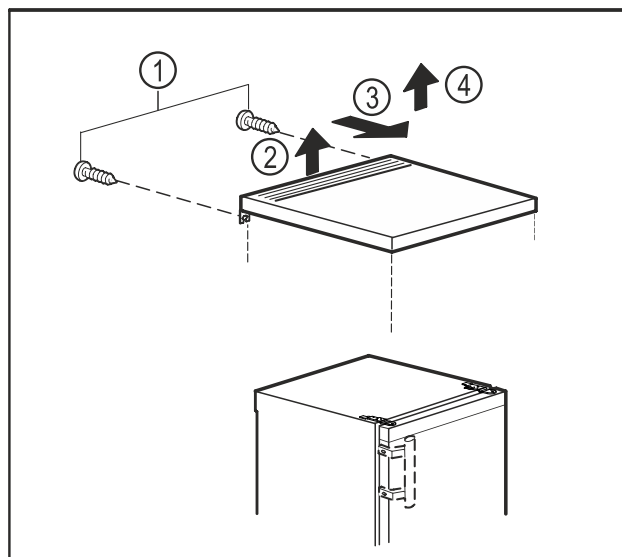

Fig. 10
► Schroeven aan de achterzijde verwijderen. Fig. 10 (1)
► Tafelblad aan de achterzijde optillen. Fig. 10 (2)
► Tafelblad omlaag schuiven. Fig. 10 (3)
► Tafelblad naar boven toe wegnemen. Fig. 10 (4)